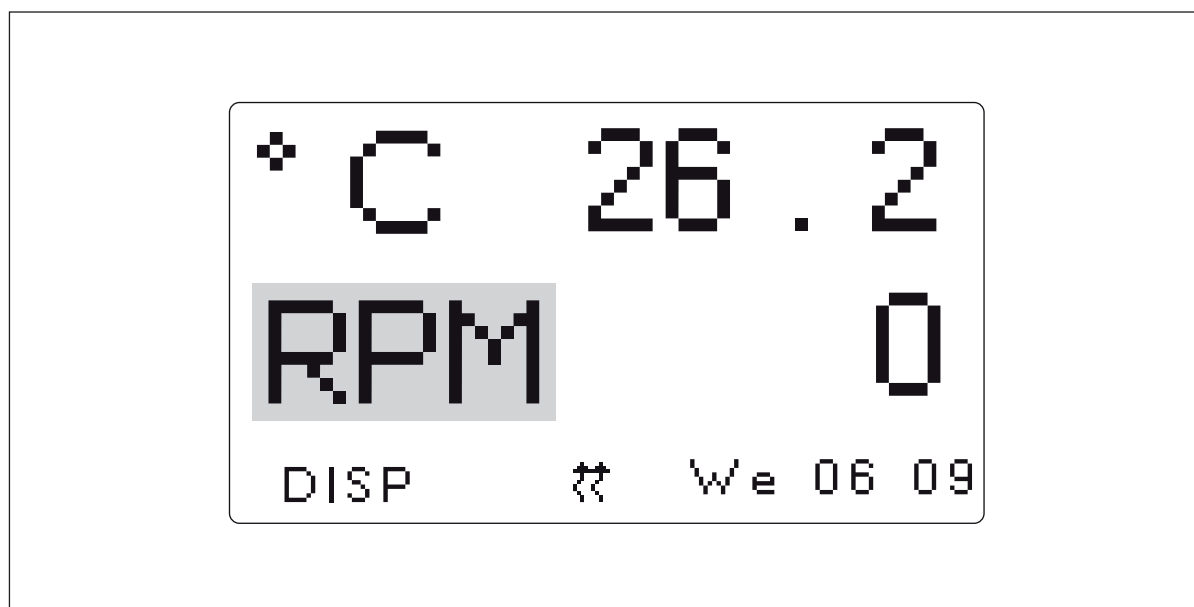

Рис. 5-2: Изменение параметра дисплея
1. С помощью ручки управления выделите параметр, который вы хотите заменить. В этом примере мы заменим скорость **RPM** (см. рис. 5-2 на стр. 46).